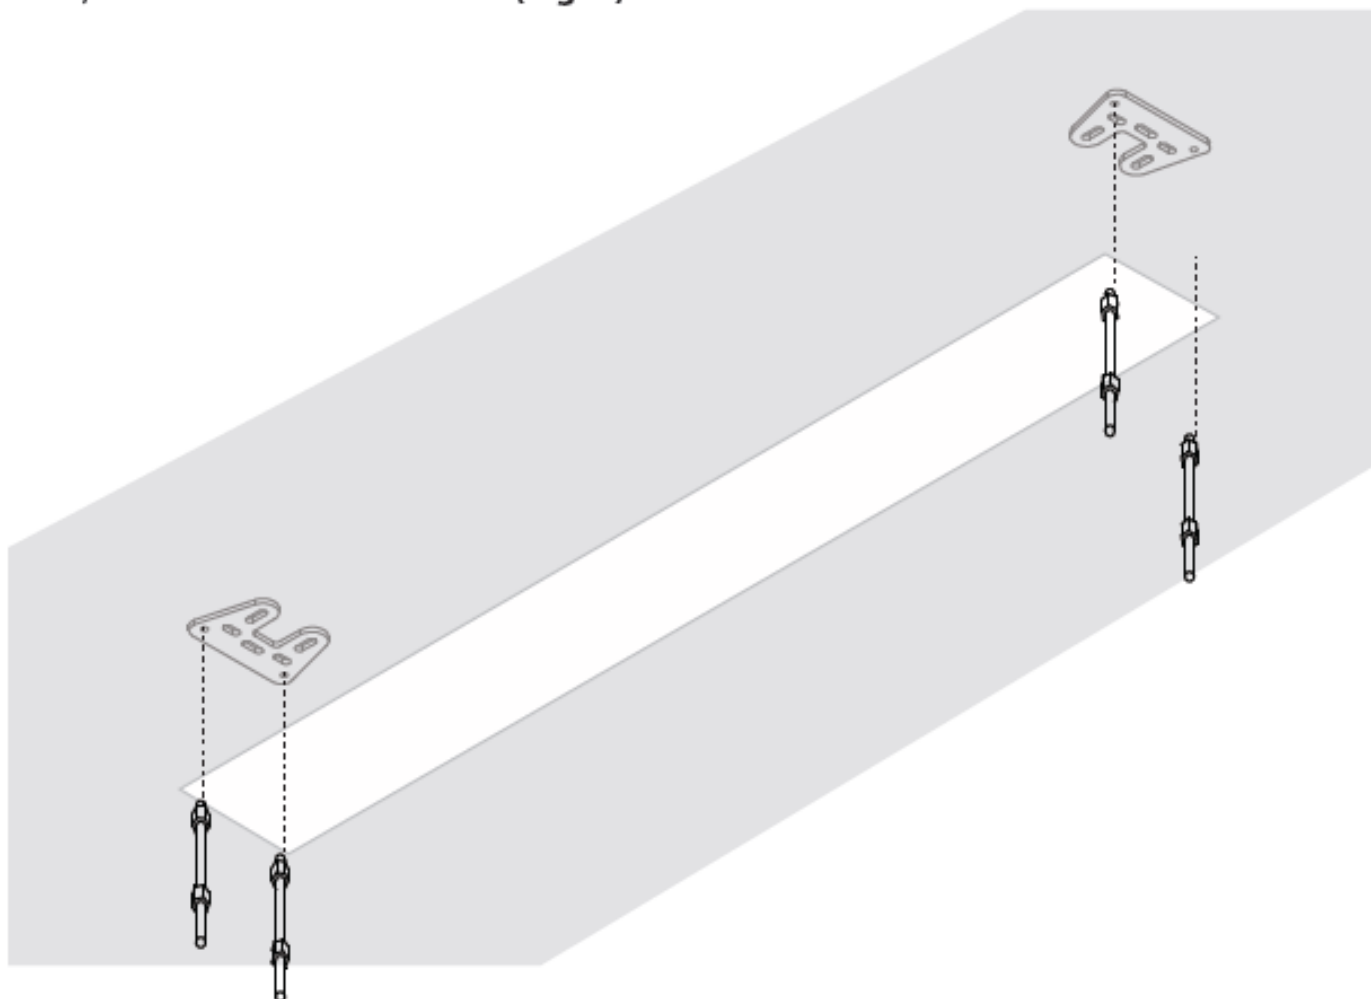

Рис. 4
7. Обрежьте шпильки до нужной длины и вкрутите в соответствующие отверстия монтажной пластины. Накрутите контргайку М8 (рис. 4)